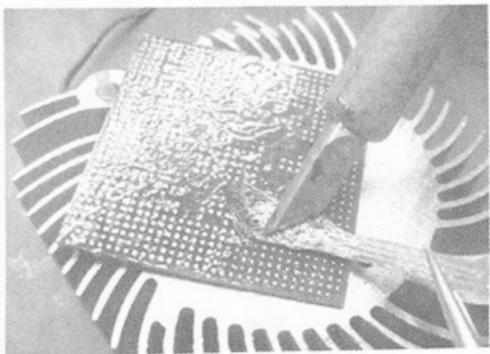
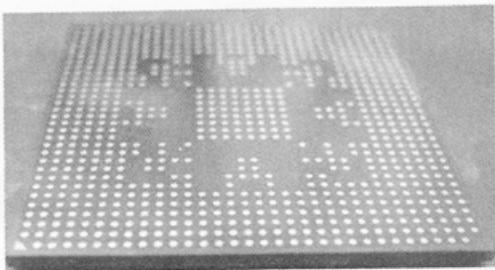

图 4-35 吸平焊点
图 4-36 干净平整的芯片
(3) 使用吸锡线将焊点吸平并清洗干净, 如图 4-35、图 4-36 所示。